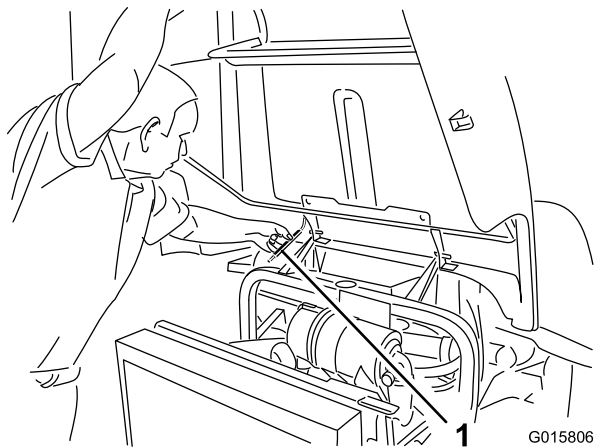

Рисунок 23
2. Поднимите капот настолько, чтобы можно было поставить опорную стойку за трубой рамы (Рисунок 23).